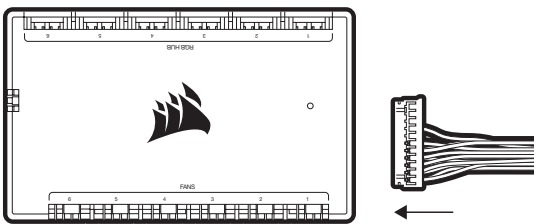

Figure 1
- > Connectez le câble 24 broches de la pompe à votre COMMANDER CORE (figure 1).